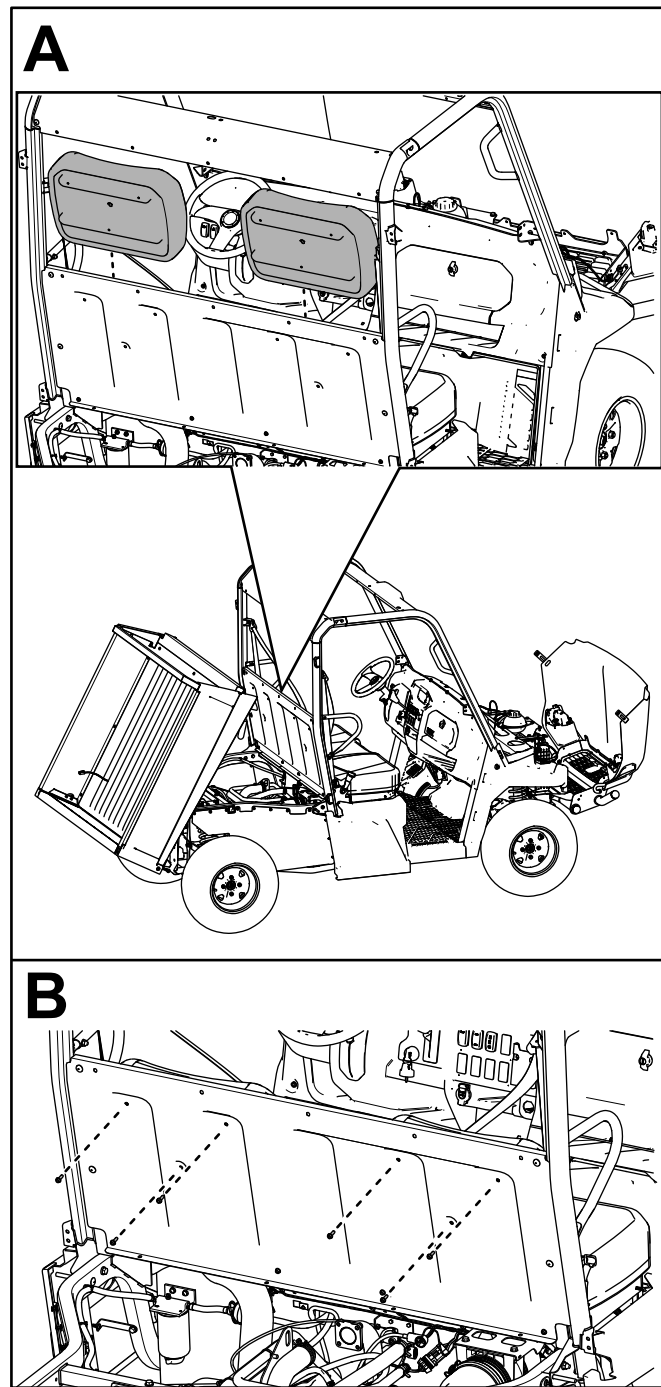

Figura 23
18. Fissate gli schienali dei 2 sedili al pannello sedili utilizzando 6 bulloni a testa esagonale con rondella (1/4" x 3/4") come illustrato nella Figura 23.